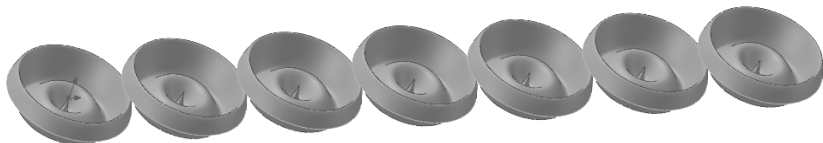

图 9-69 复制曲面
(3) 单击 (确定) 按钮, 复制的曲面如图 9-69 所示。